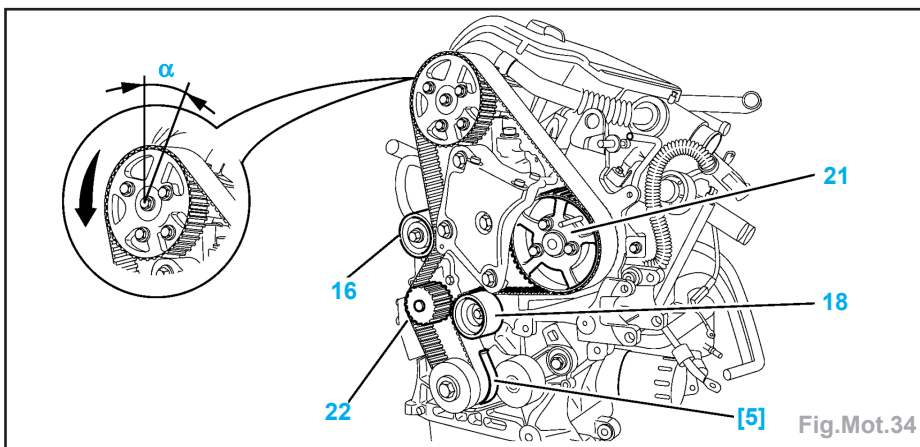

Fig.Mot.34
- Tourner les 2 poulies (20) et (21) dans le sens horaire jusqu'en butée à fond de boutonnières.
- vilebrequin (immobiliser la courroie à l'aide de l'outil [5] (Fig.Mot.34),
- galet-enrouleur (18).
- Plaquer la courroie de distribution sur la poulie (21).